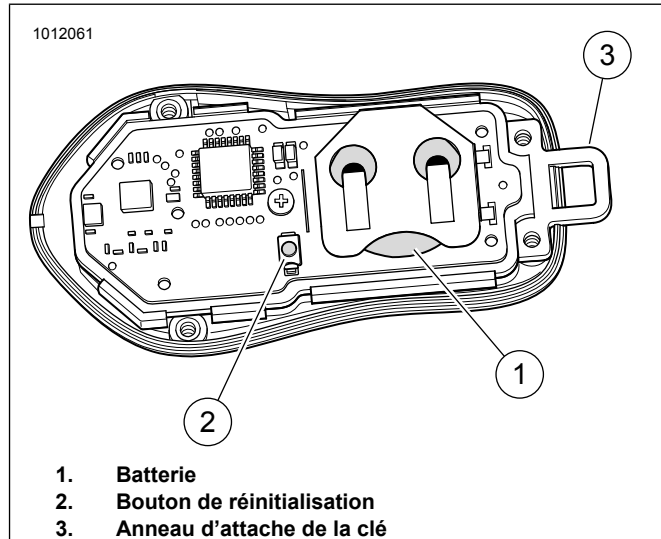

Figure 5. Réinitialisation de la clé électronique et batterie
Voir la Figure 5. L'anneau d'attache de la clé (3) peut tomber au moment de retirer le couvercle. Veiller à ne pas le perdre.
Voir la Figure 5. Retirer les quatre vis qui retiennent le couvercle arrière de la clé électronique. Retirer le couvercle.
2. Voir la Figure 5. Enfoncer et maintenir le bouton (2) jusqu'à ce que les lumières Spectra Glo du véhicule basculent entre les sept zones de couleur. Maintenir enfoncé encore 5 secondes jusqu'à ce que les lumières Spectra Glo basculent entre les sept zones de couleurs une deuxième fois.
Voir la Figure 5. Retirer les 4 vis qui retiennent le couvercle arrière de la clé électronique. Retirer le couvercle.